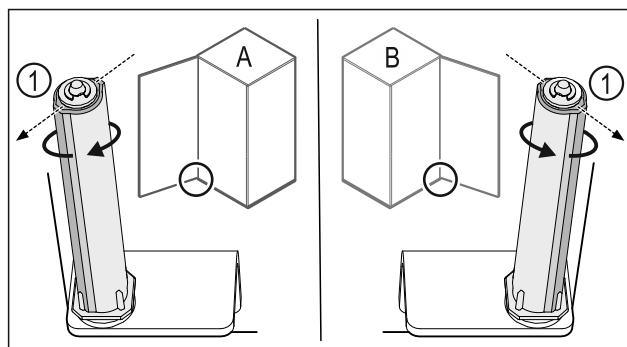

Fig. 28 Battuta a sinistra (A) / battuta a destra (B)
- Ruotare il sistema di chiusura contro la resistenza fino a quando la sporgenza del sistema di chiusura Fig. 28 (1) non è rivolta verso l'esterno.